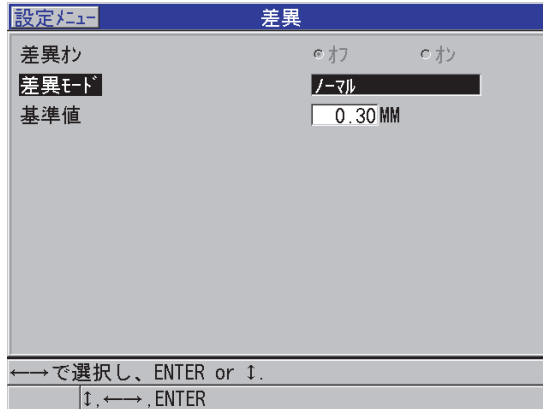

図 8-2 差異モード画面
3. 差異画面で (123 ページの図 8-2 参照)、以下の操作を行います。